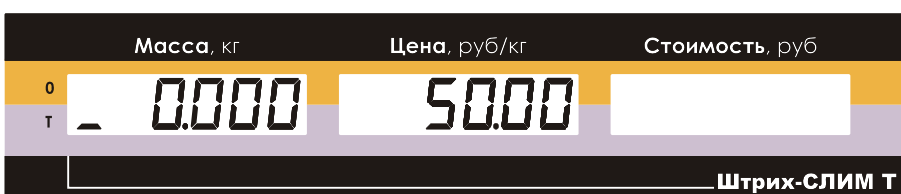

Рисунок 60. Показания дисплея после добавления текущего значения массы товара в тару.
- долгое нажатие клавиши  добавляет текущее значение массы товара к имеющемуся значению массы тары, показания индикатора "Масса" обнулятся (см. Рисунок 60):